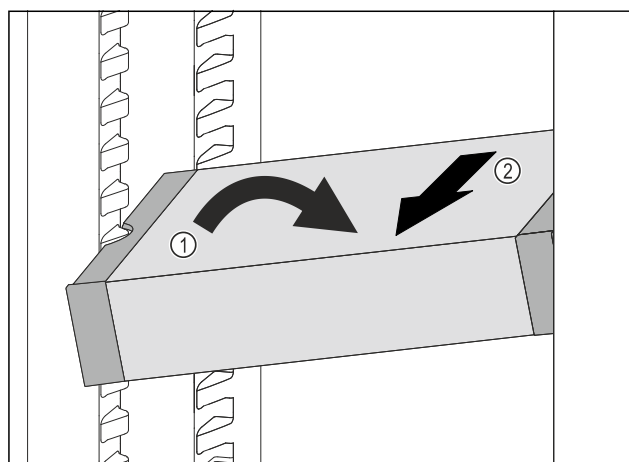

Fig. 189
- Poziționați oblic VarioSafe în frigider. Fig. 189 (1)
- Extrageți VarioSafe spre înainte. Fig. 189 (2)